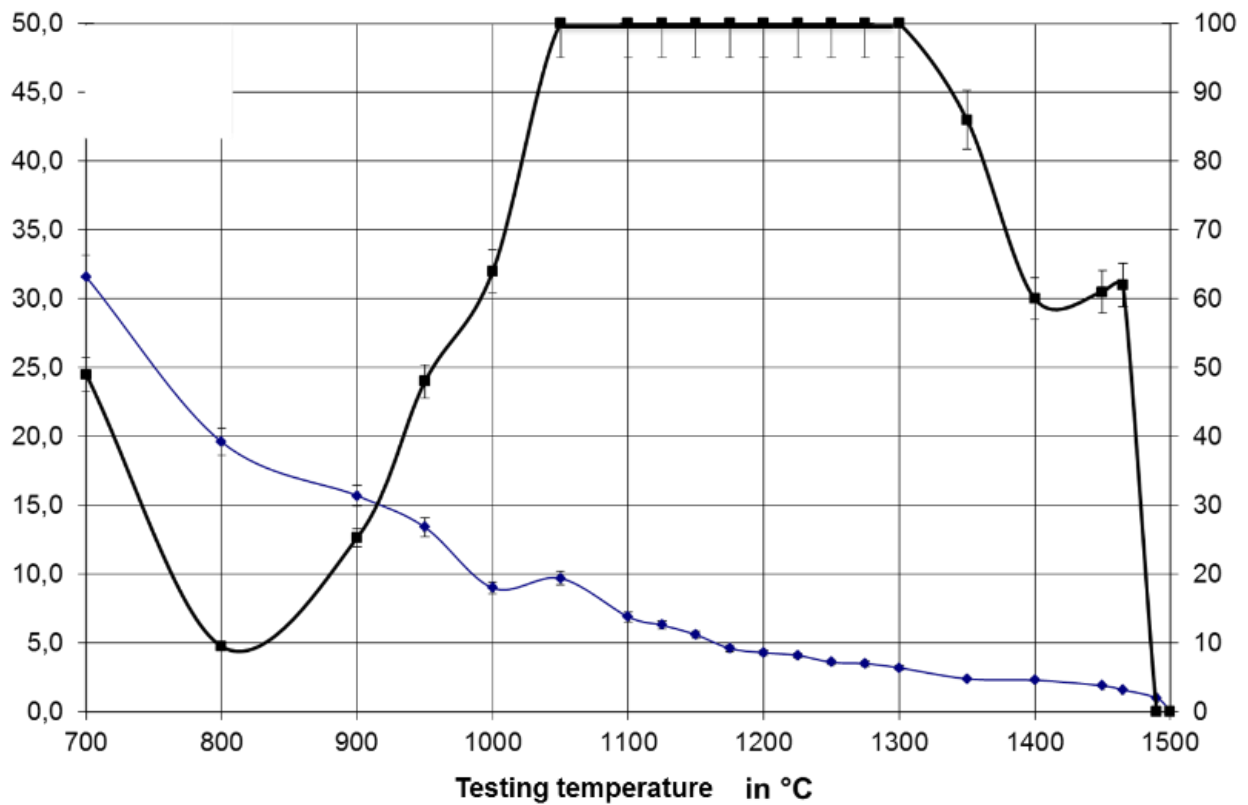
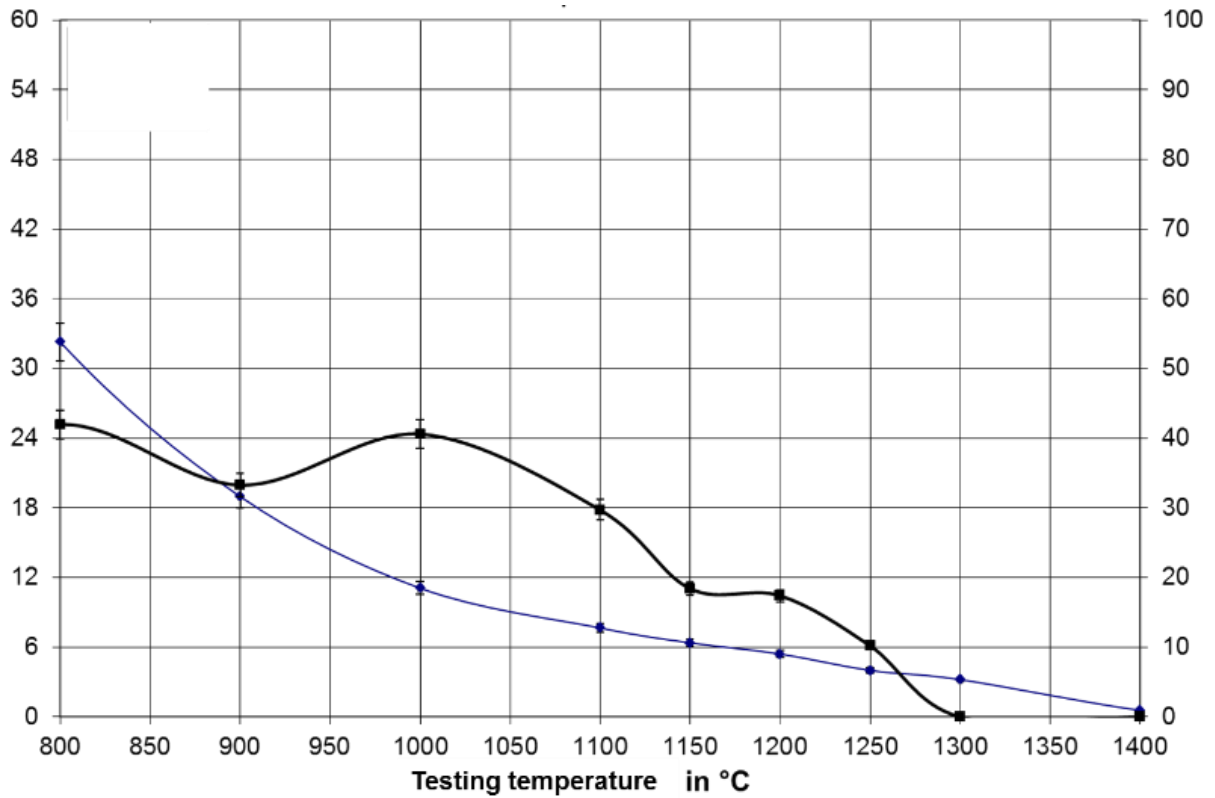

Abbildung 1: Werkstoff A / Material A
Abbildung 2 Werkstoff B / Material B
- a) In Abbildung 1 und Abbildung 2 sind die mechanischen Kennwerte verschiedener Heißzugversuche als Funktion der Prüftemperatur für zwei verschiedene Werkstoffe aufgetragen. Beschriften Sie für jeden der beiden Werkstoffe beide Y-Achsen. Welchen der beiden Werkstoffe hat eine bessere Strangvergießbarkeit? Begründen Sie Ihre Antwort? (3 Punkte)